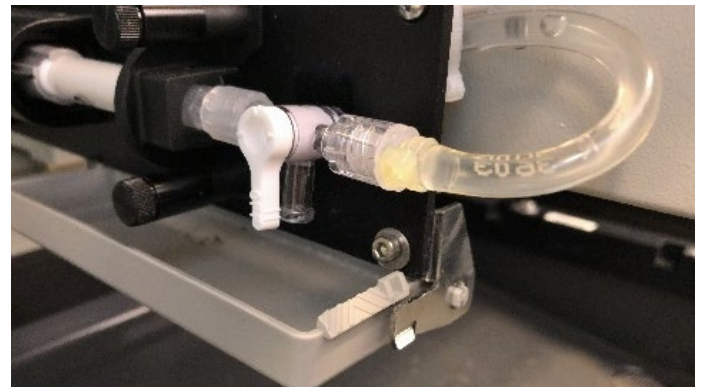

Figura 9.
- La Figura 9 illustra la soluzione finale